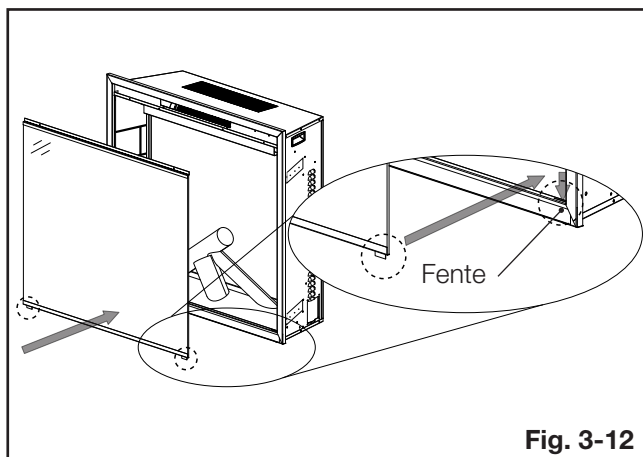

Fig. 3-12
11. Réinstallez la porte vitrée (**Fig. 3-12 et 3-13**).